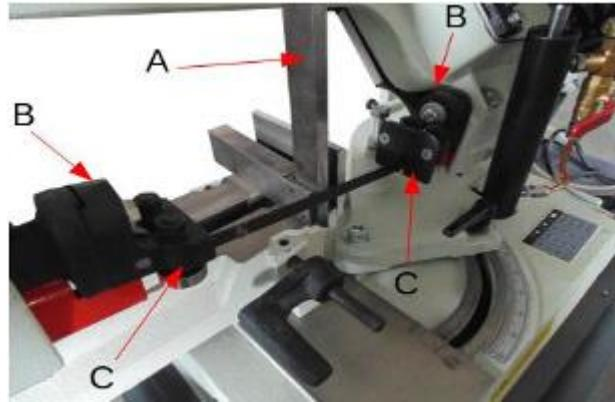

Рис. 11
2. Опустите раму пилы до горизонтального положения. Поставьте угольник (A на рис. 11) на стол, прижав один конец к полотну (как показано на рисунке).
3. Если полотно не перпендикулярно к столу, открутите два винта (B на рис. 11), которыми кронштейны направляющих полотно крепятся к рычагам, и поверните оба кронштейна (C) так, чтобы полотно сохраняло угол 90 ° к столу. Затяните два болта (B). **ПРИМЕЧАНИЕ:** будьте осторожны, чтобы во время этой регулировки не повредить подшипники.